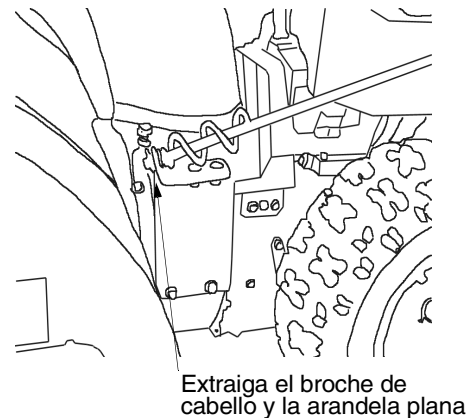

Figura 25
- Desconecte el conjunto de la manija de la canaleta extrayendo el broche de cabello y las dos arandelas planas. Vea la figura 25.